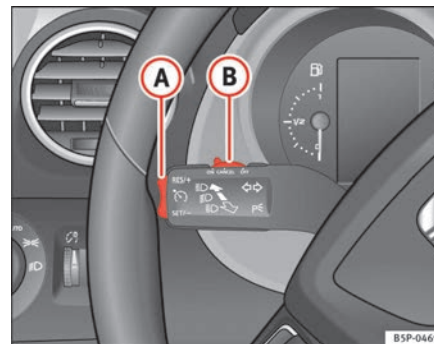

Fig. 149 Palanca de intermitentes y de luz de carretera: conmutador y tecla basculante para el regulador de velocidad
- Mueva el mando **⇒ fig. 149 B** hacia la izquierda hasta la posición **ON**.